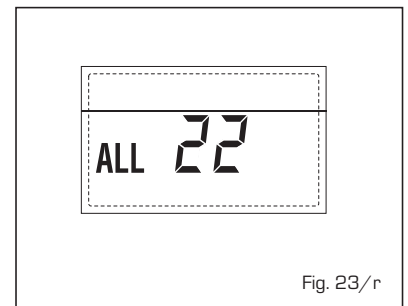

Fig. 23/r
- **ANOMALÍA AVERÍA SONDA IMPULSIÓN SEGUNDA ZONA MEZCLADA "ALL 23"** (fig. 23/s)